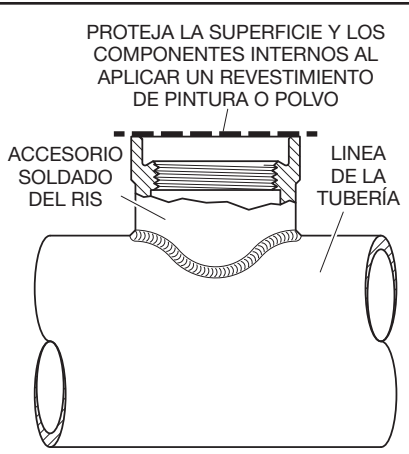

FIGURA 8
- Antes de aplicar revestimiento pintura o polvo al accesorio de soldadura del RIS, tape el reborde del accesorio como se indica en la Figura 8. Por ejemplo, para el enmascarado del accesorio, puede utilizar discos de enmascarado de 4,76 mm (1-7/8 pulg.) para temperaturas altas o un imán cerámico de 5,08 mm (2 pulg.) para altas temperaturas.